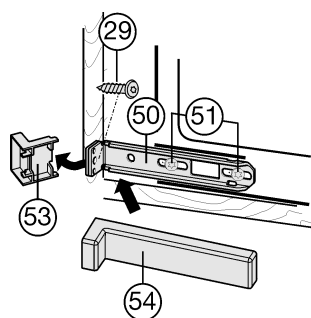

Fig. 24
- Desserrer un peu les vis Fig. 24 (51).
- Visser à fond la cornière inférieure de fixation Fig. 24 (50) à la paroi du meuble avec une vis à panneaux d'agglomérés Fig. 24 (29) $\varnothing 4 \times 19$.
- Enlever les parties du cache Fig. 24 (53) dépassant en les cassant.
- Resserrer les vis Fig. 24 (51).
- Poser le cache Fig. 24 (54) sur la orniture de fixation Fig. 24 (50) du bas.